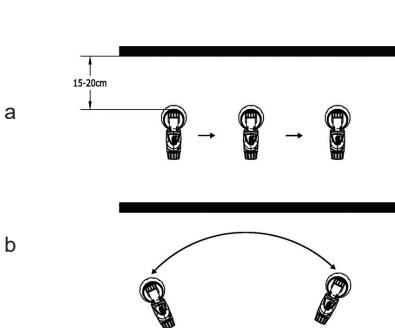

Fig. 1
- corectă (Fig. 1 a) Asigurați-vă că țineți pistolul la o distanță chiar de aprox. 2.5 la 30 cm la obiectul țintă.
- • incorrectă (Fig. 1 b) spray de ceată grele construi-up, calitatea suprafeței inegală.